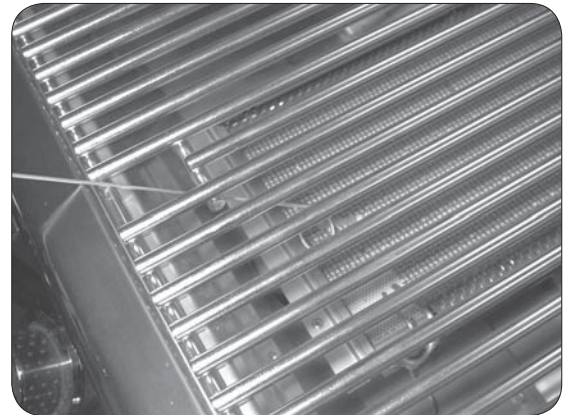

Fig. 20-2 - Éclairage manuel
2. Insérez un allumeur brûlant de butane de long-baril, une allumette brûlante de long-tige, ou une allumette brûlante tenue par un support de prolongation de fil par la grille à cuire s'ouvrant au dessus du brûleur (fig. 20-2).
4. Si le brûleur ne se allume pas dans les cinq (5) secondes de tourner le bouton de commande, enfoncez immédiatement le bouton et tournez la valve à AU LOIN. **ATTENDEZ CINQ (5) MINUTES** avant de répéter les étapes 2 à 4 des instructions manuelles d'éclairage.